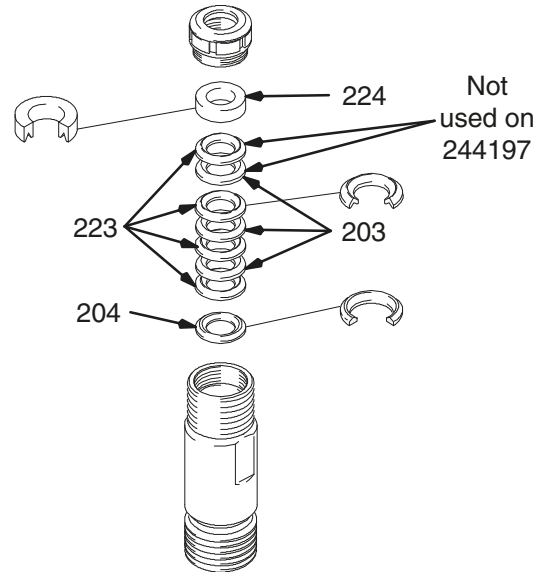

Fig. 12
Fig. 12. La alle lærpakningene ligge i SAE 30W-olje i minst én time før de monteres. Legg hanmutteren (204) på sylindere. Legg vekselvis UHMWPE (203) og lærpakninger (223) (merk retning). Legg hunmutteren (224) på toppen av sylindere. Plasser pakningene.